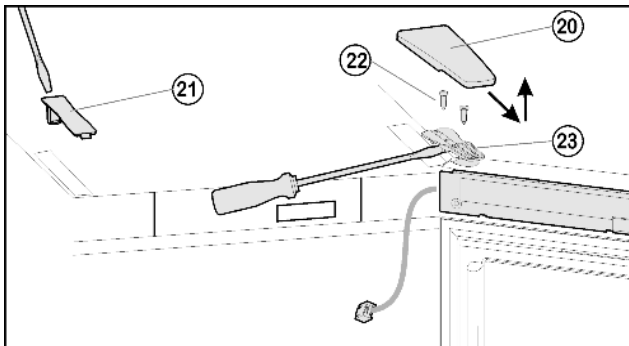
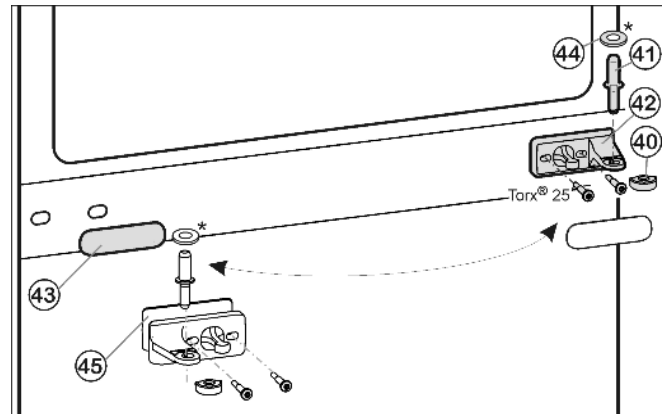
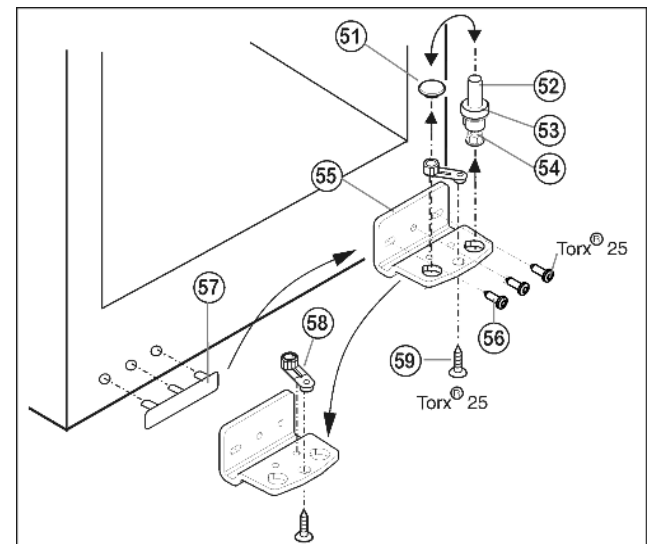

Fig. 6
Fig. 7
Fig. 8
- ▶ Elever le cache Fig. 6 (20) vers l'avant et vers le haut
- ▶ Retirer le cache Fig. 6 (21).
- ▶ Dévisser entièrement les vis Fig. 6 (22).
- ▶ Enlever vers le haut la porte complète avec support d'appui Fig. 6 (23) et câble. Se servir du tournevis à tête fendue comme d'un levier en le glissant sous le support d'appui pour déboîter la porte avec précaution.
- ▶ Retirer le pivot central Fig. 7 (41) du support d'appui et de la porte inférieure.
- ▶ Retirer le capuchon en plastique Fig. 7 (40).
- ▶ Dévisser le support d'appui du milieu Fig. 7 (42) (2 Torx® 25).
- ▶ Retirer avec précaution le panneau-cache Fig. 7 (43).
- ▶ Visser le support d'appui du milieu Fig. 7 (42) avec le support pivoté Fig. 7 (45) de 180° sur le nouveau côté charnière (avec 4 Nm).
- ▶ Encliqueter de nouveau le panneau-cache Fig. 7 (43) tourné à 180° sur le nouveau côté poignée.
- ▶ Retirer le pivot Fig. 8 (52) complètement avec le disque Fig. 8 (53) et le pied réglable Fig. 8 (54) par le haut.
- ▶ Enlever le bouchon Fig. 8 (51).
- ▶ Dévisser Fig. 8 (55) le support d'appui Fig. 8 (56).
- ▶ Dévisser Fig. 8 (59) l'élément pivotant Fig. 8 (58) et le permuter dans le trou opposé du support d'appui.
- ▶ Soulever le cache côté poignée Fig. 8 (57) avec précaution et le positionner sur le côté opposé.
- ▶ Revisser à fond le support d'appui *Fig. 8 (55)* sur le nouveau côté charnière en utilisant une visseuse sans fil si nécessaire, avec un couple de serrage de **4 Nm**.
- ▶ Replacer le bouchon *Fig. 8 (51)* dans l'autre trou.
- ▶ Replacer complètement le pivot *Fig. 8 (52)* avec le disque et le pied réglable. Faire attention à ce que les ergots d'encliquetage soient tournés vers l'arrière.
- ▶ Placer la porte par le haut sur le pivot *Fig. 8 (52)*.
- ▶ Remettre le capuchon en plastique *Fig. 7 (40)* sur le support d'appui central *Fig. 7 (42)*.
- ▶ Placer le pivot d'appui central *Fig. 7 (41)* au travers du support d'appui central *Fig. 7 (42)* dans la porte inférieure.
- ▶ Placer la porte supérieure sur le pivot central *Fig. 7 (41)*, fermer la porte et placer le support d'appui *Fig. 6 (23)* supérieur de telle sorte à ce qu'il s'encliquete dans la face supérieure de l'appareil.
- ▶ Visser le support d'appui *Fig. 6 (23)* avec un couple de serrage de **4 Nm**. Pointer les trous de vissage ou avoir recours à une visseuse sans fil.
- ▶ Faire encliquer le cache *Fig. 6 (20)* et le cache *Fig. 6 (21)*.
- ▶ Mettre éventuellement la porte de niveau par rapport aux deux trous oblongs du support d'appui inférieur *Fig. 8 (55)* et le support d'appui du milieu *Fig. 7 (42)* pour qu'elle affleure avec l'habillage de l'appareil. Pour cela, dévisser la vis centrale du support d'appui inférieur *Fig. 8 (55)*.